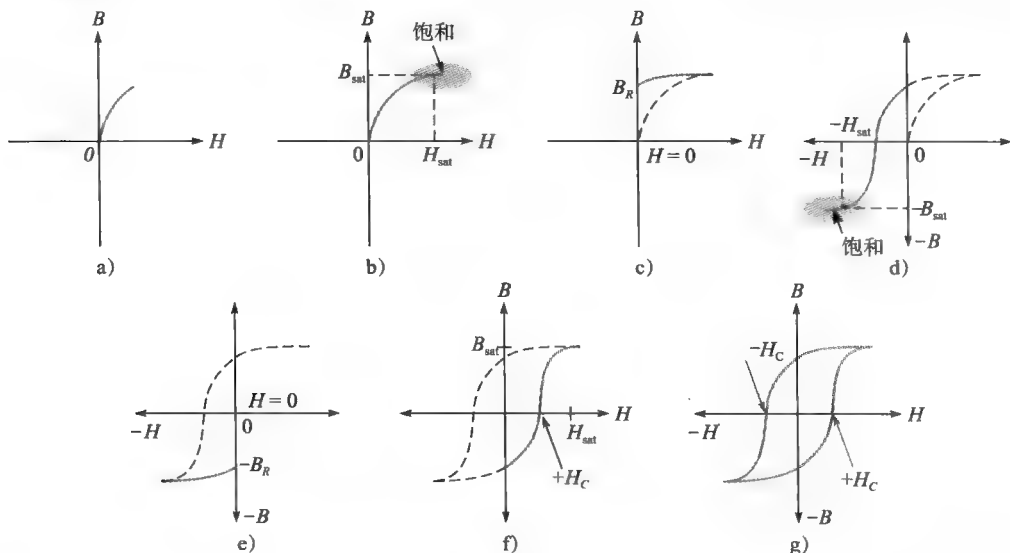

图 7-29 磁滞 ($B-H$) 曲线的演化
图 7-29 显示了磁滞曲线的演化。先假设磁心尚未磁化, 因此 $B = 0$ 。随着磁场强度 (H) 从零开始增大, 磁通密度 (B) 成比例增大, 如图 7-29a 中的曲线所示。当 H 达到一定值时, B 的值开始趋于平稳。随着 H 的不断增大, 当 H 达到某值 (H_{sat}) 时 B 达到饱和值 (B_{sat}), 如图 7-29b 所示。一旦达到饱和, H 进一步增大, B 将不再增大。